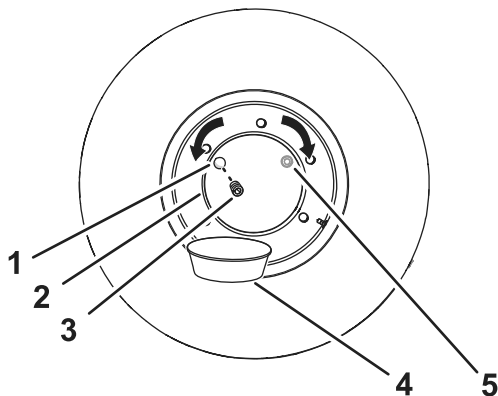

Figura 93
2. Mueva la máquina hacia adelante o hacia atrás hasta que el tapón del cubo de la rueda está en la posición de las 10 o de las 2 (Figura 93).
4. Coloque un recipiente de vaciado debajo del orificio de vaciado del cubo de la rueda (Figura 93).
5. Retire el tapón del cubo de la rueda (Figura 93).
6. Compruebe que el nivel de aceite llega a la parte inferior de la rosca del orificio de aceite (Figura 93).
8. Instale el tapón en el orificio del cubo de la rueda (Figura 93).
1. Mueva la máquina hacia adelante o hacia atrás hasta que el tapón de aceite del cubo de la rueda esté en la posición de las 12; consulte la Figura 93 de Comprobación del nivel de aceite de los cubos de las ruedas \(página 68\).